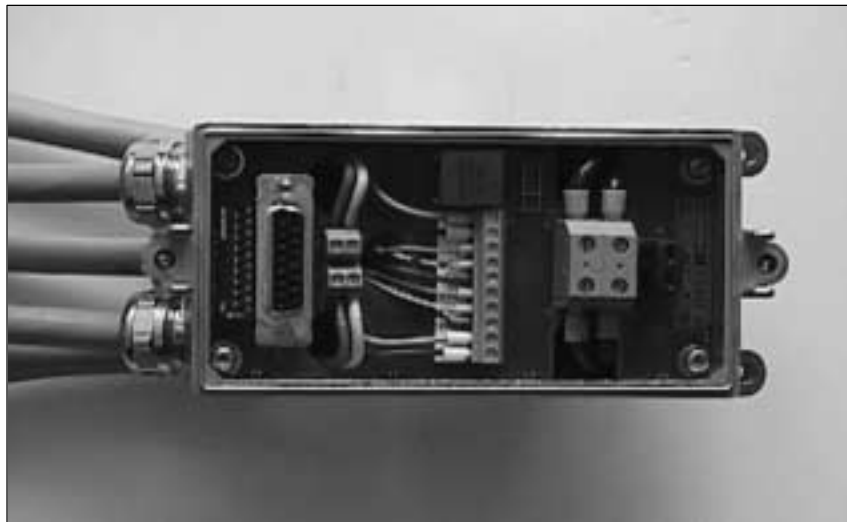

Bild 2-22 Fertig verdrahteter Anschlußdeckel: Ansicht von unten
- Anschlußdeckel von unten —> siehe Bild 2-22